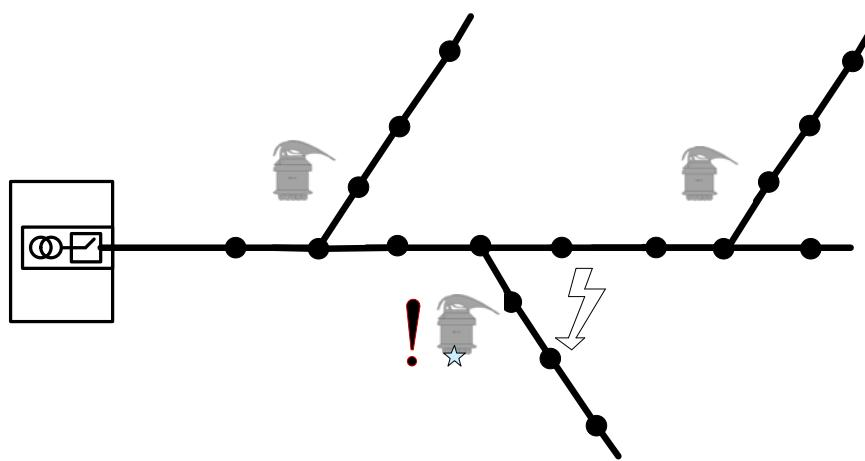

Рисунок 10 – Установка комплектов на линии с коротким стволов и длинными ответвлениями
- на линии с коротким стволов и длинными ответвлениями комплекты устанавливаются на ответвлениях вблизи мест разветвления, на ближайших к месту разветвления промежуточных опорах (Рисунок 10);